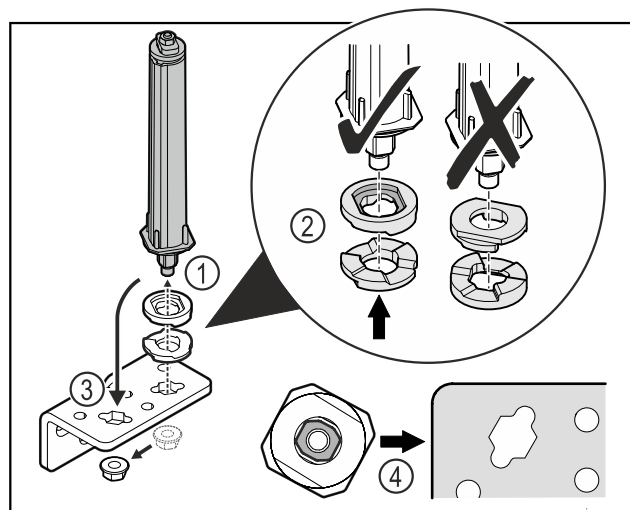

Fig. 23
- ▶ Odvijte matice in odstranite sistem za zaklepanje vrat Fig. 23 (1).
- ▶ Pazite na pravilno razporeditev podložk za nastavljanje višine Fig. 23 (2).
- ▶ Sistem za zaklepanje vrat prestavite v kotniku tečaja in ga fiksirajte z matico Fig. 23 (3).
- ▶ Pri vstavljanju pazite na pravilno naravnost sistema za zaklepanje vrat Fig. 23 (4).